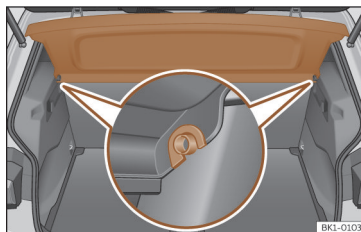

Fig. 169 Dans le coffre à bagages : démonter et remonter la plage arrière.
- Dégagez la plage arrière des supports latéraux >>> **fig. 169** en la tirant vers le haut puis en la détachant.
- Introduisez la plage arrière horizontalement en faisant coïncider la « forme en U » sur l'axe des supports >>> **fig. 169**, et appuyez vers le bas jusqu'à ce qu'elle s'enclastre.